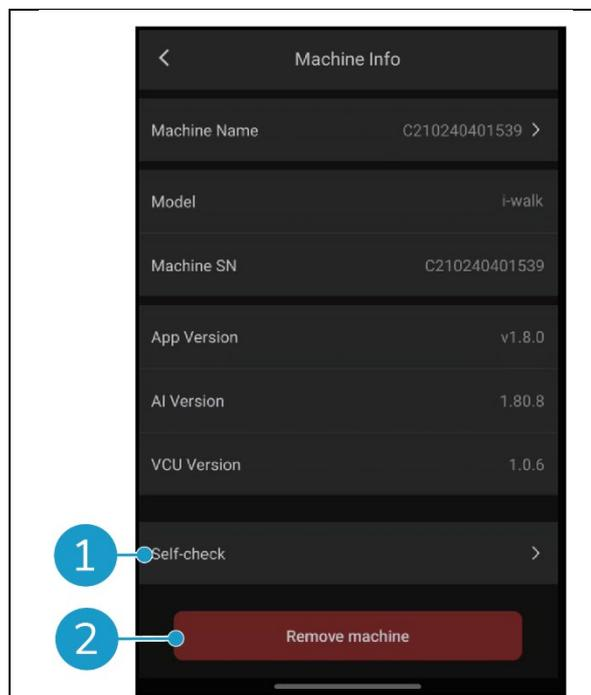

Figura 36
- Toccare il pulsante [Autoverifica] (Figura 36, pos. 1) per eseguire un controllo diagnostico della macchina.
- Toccare [Rimuovi macchina] (Figura 36, pos. 2) per rimuovere la macchina dall'app i-walk.